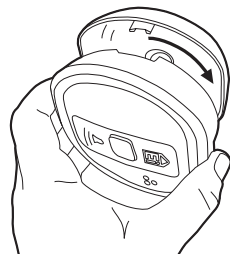

Abbildung 4
7. Warmmelder vorsichtig auf dem Sockel ausrichten, leicht andrücken & drehen – siehe Abbildung 4. (Hierdurch werden die Batterien aktiviert. Die rote, gelbe und grüne LED blinken unmittelbar der Reihe nach auf, um zu signalisieren, dass sie funktionieren. Bei Modellen mit LCD-Anzeige leuchten die Symbole kurz auf der Anzeige auf.